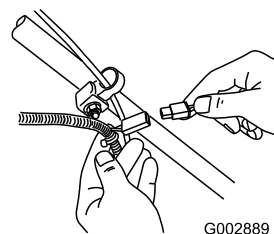

Figura 28
1. Collegate il caricabatterie al cablaggio preassemblato del tosaerba, sotto la chiave di accensione (Figura 28).